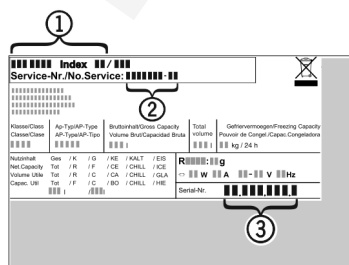

Fig. 10
- ▶ A készülék megnevezését Fig. 10 (1), a szerviz- Fig. 10 (2) és sorozatszámot Fig. 10 (3) a típus tábláról olvassa le. A típus tábla a készülék belsejében baloldalon található.
- ▶ Értesítse a vevőszolgálatot a hibáról, és adja meg nekik a készülék megnevezését Fig. 10 (1), a szerviz- Fig. 10 (2) és a sorozatszámot Fig. 10 (3).